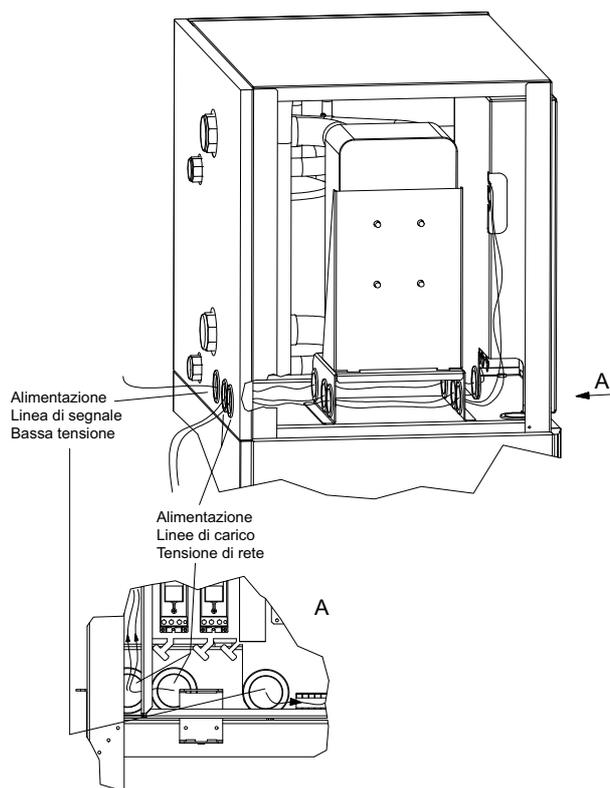

Fig. 7.4: Ingresso cavi quadro di comando
**Durante le operazioni di allacciamento del quadro di comando tenere conto che le linee di carico e le linee di segnale devono essere inserite separatamente nel quadro di comando. A questo proposito utilizzare gli appositi ingressi sul quadro di comando (vedere Fig. 7.4 a pag. 7).**